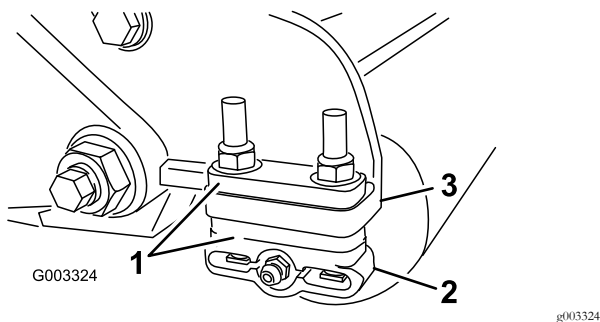

图11
- 根据剪草高度图将所需数量的隔片放在侧板安装法兰图11下将后滚筒支架图11调节到所需的剪草高度范围请参阅 剪草高度表 (页码 11)。